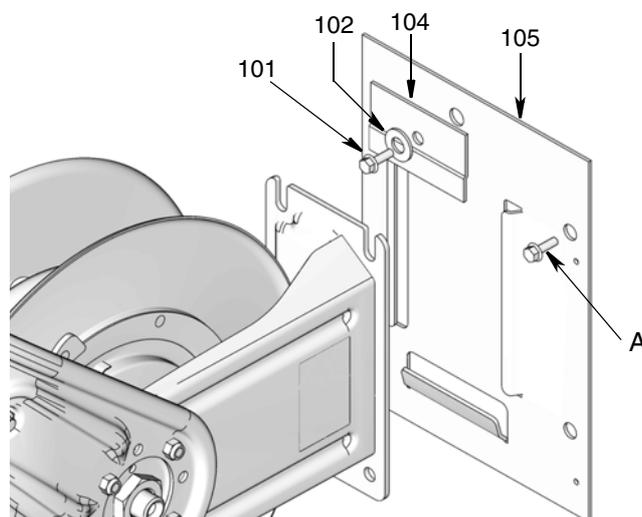

Рис. 5
ПРИМЕЧАНИЕ: Чтобы выполнить установку на стену и потолок, пользователь обязан предоставить четыре монтажных болта и четыре шайбы (А) (Рис. 5), которые обладают достаточной прочностью, чтобы выдержать массу барабана электропровода, провода и вспомогательных устройств. Массу барабанов электропровода без вспомогательных устройств см. в разделе "Технические данные", стр. 26).
- Прежде чем сверлить отверстия, используйте основание барабана (поз. 105 на Рис. 5), чтобы наметить положение монтажных отверстий.
ПРИМЕЧАНИЕ: Для упрощения установки сначала прикрепите плиту основания (105) к стене (Рис. 5).
- Просверлите монтажные отверстия. Крепите плиту основания (105) к стене с помощью 4 монтажных болтов (А), предоставленных пользователем, которые обладают достаточной прочностью, чтобы выдержать массу барабана электропровода, провода и вспомогательных устройств. Надежно затяните болты.
- Задвиньте барабан электропровода на плиту основания (105) и установите прижимную пластину (104), шайбу (102) и винт (101). Надежно затяните винт (Рис. 5).